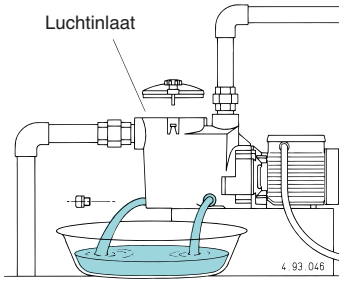

Fig. 4 Aftappen
**Wanneer de pomp voor langere tijd stil staat of als er gevaar is voor vorst, moet de pomp geheel geleegd worden** door de twee aftapppluggen met de afdichtingsringen (die weer gebruikt kunnen worden) los te draaien (fig. 4).
Voor demontage het pomphuis aftappen (zie fig. 4 en paragraaf 10.). Voor demontage en montage goed de onderdelentekening bestuderen (paragraaf 12.).